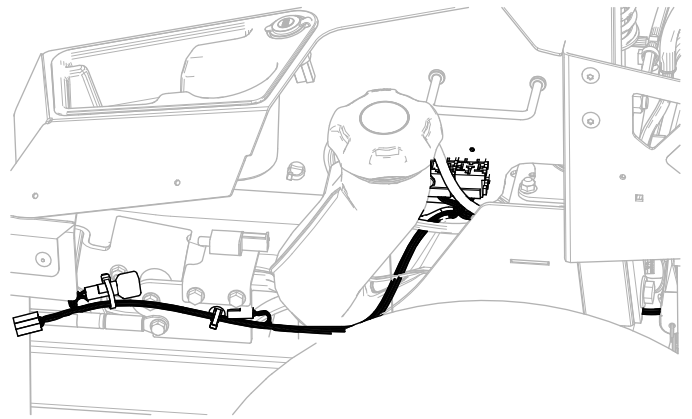

Figura 13
2. Instradate il cablaggio preassemblato (Figura 13) lungo il lato sinistro del telaio, attraverso il dispositivo di fissaggio a pressione che avete montato al passaggio 1.